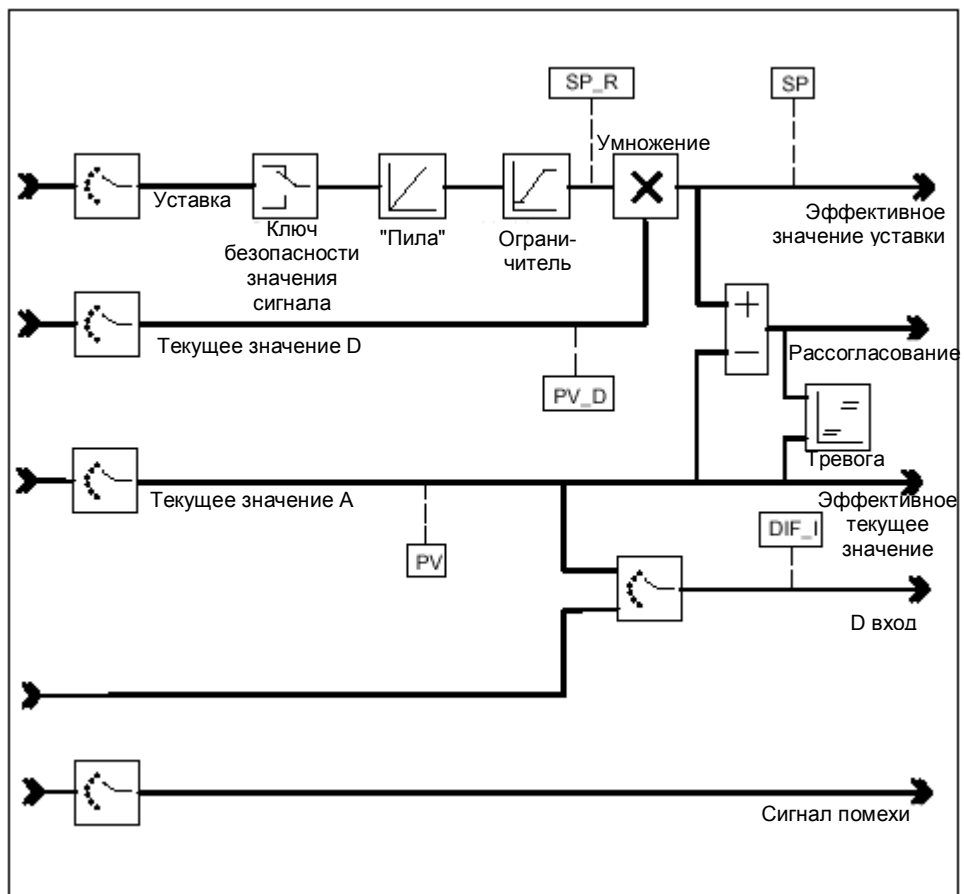

Рис. 7-16 Отображение диагностики сигнала ошибки
- Параметр SP_R используется только для пропорционального или смешанного управления. Он отображает коэффициент пропорциональности, определенный посредством ввода уставки (см. рис. 7-16).
$PV_R = (PV - offset) / PV_D$, где offset - смещение, параметр, который может быть сконфигурирован нажатием кнопки "Multiply" ("Умножить") (см. рис. 7-16).
- DIF_I - входное значение "дифференцирующего" компонента PID регулятора; он используется не только для пропорционального или смешанного управления (см. рис. 7-16).